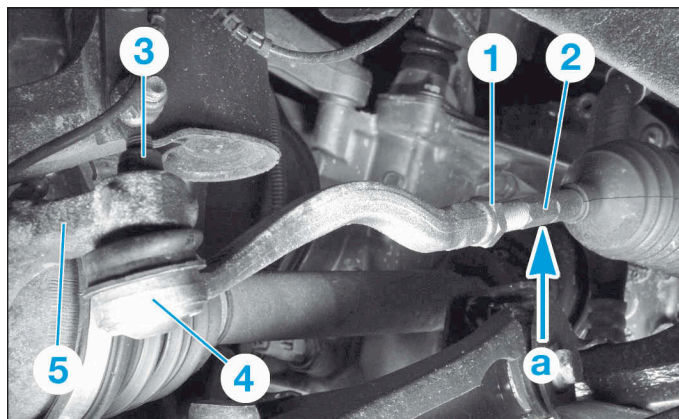

FIG.10
- Desserrer le contre-écrou (1) de réglage de parallélisme en maintenant la biellette de direction (2) en (a) à l'aide d'une clé plate (Fig.10).
- Déposer l'écrou (3).
- A l'aide d'un arrache-rotule, extraire la rotule de direction (4) du pivot (5).
- Dévisser la rotule de direction (4) en maintenant la biellette de direction (2) en (a) à l'aide d'une clé plate.
- Déposer, de chaque côté, l'écrou (3) et, à l'aide d'un arrache-rotule, extraire la rotule de direction (4) du pivot (5) (Fig.10).